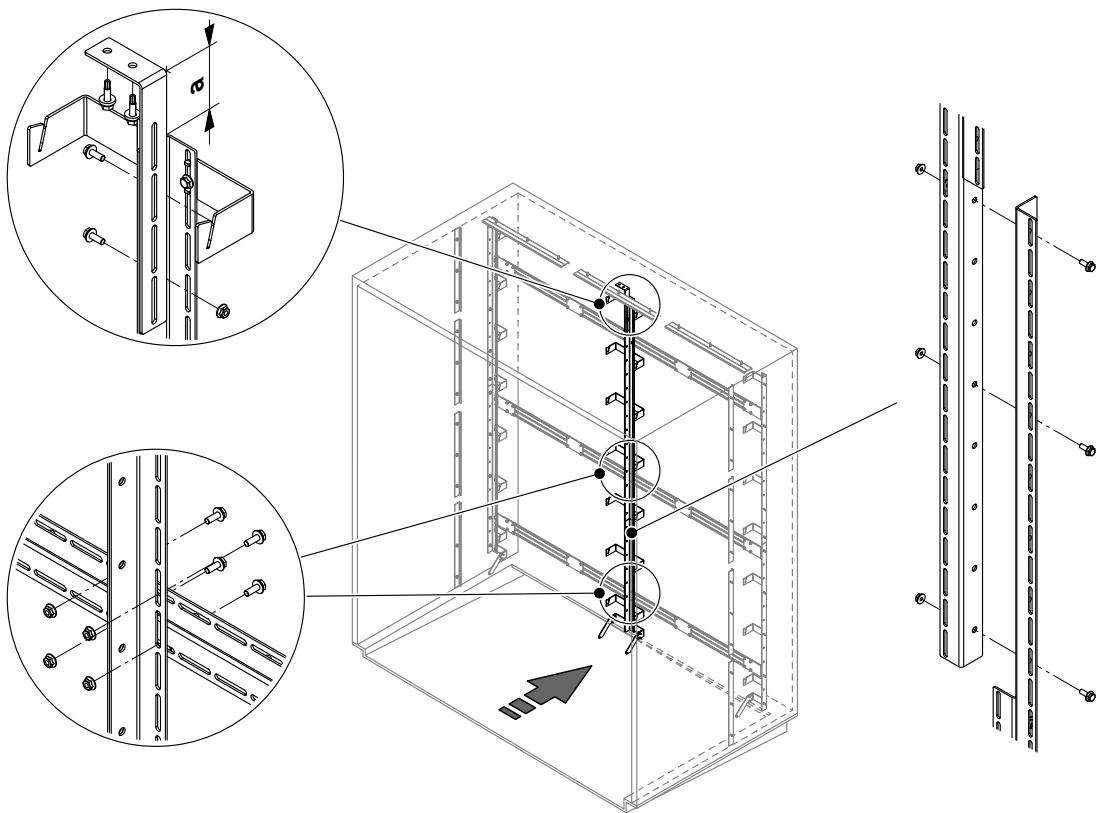

Fig. 8: Montaje de apoyo vertical
- Fije el retén angular del/de los apoyo(s) vertical(es) al techo del canal con dos tornillos perforadores de 6,3 x 25 mm (ver detalle en la fig. 8 arriba a la izquierda)